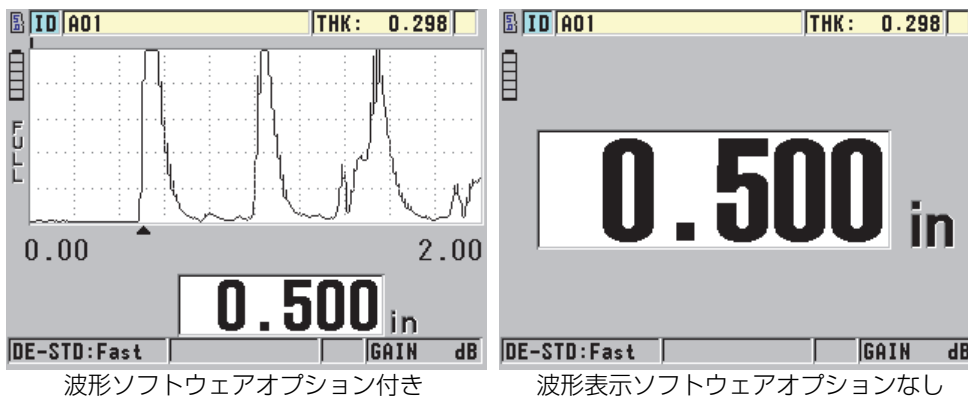

図 5-12 厚さ測定値の読み取り
3. 検査対象部分の厚さ測定値を読み取ります（76 ページの図 5-12 を参照）。